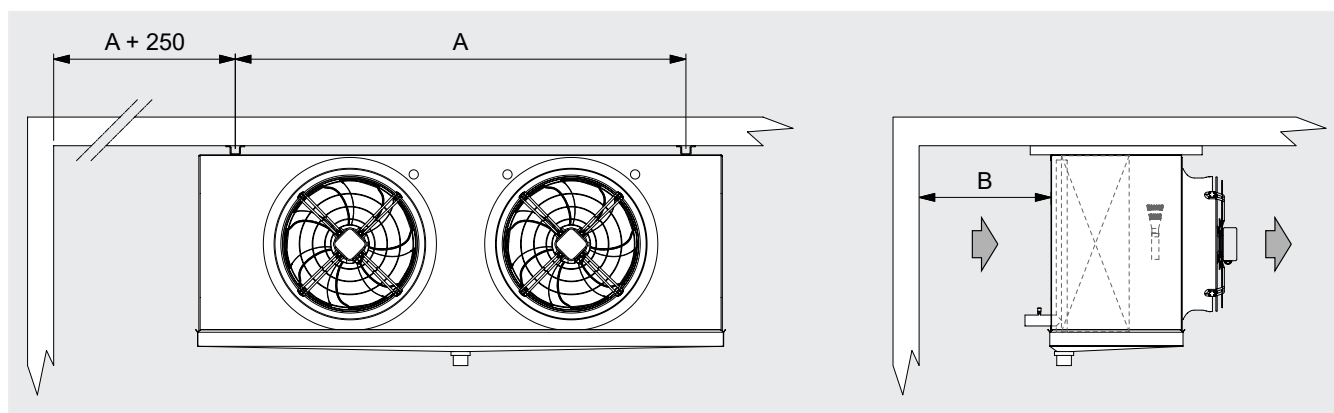

Figura 5
- 6.9 Asegurar un volumen libre adecuado (aproximadamente el 30% del volumen interno de la célula) para una correcta circulación del aire de entrada y salida. Respete la distancia mínima para extraer e introducir los elementos calefactores. Respete la distancia mínima a la pared. Véase la Figura 5, dimensiones en mm.